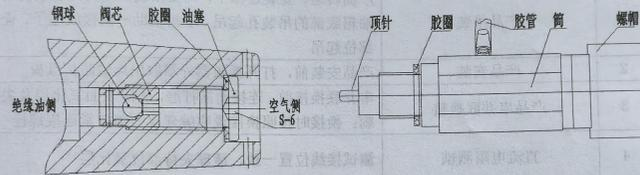

图 7 放油阀结构图 图 8 取油样工装结构图
放油阀结构见图 7，取油样工装结构见图 8。
- 2) 用 S-6 内六角扳手将图 7 所示油塞取下，严禁拆除阀芯。